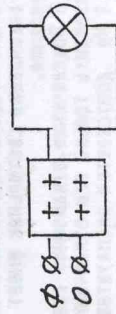

Рис. 3
- 5.3. Подключение проводов сети производится к клеммной колодке согласно схеме включения (на рис. 3), а заземляющего провода к защитному зажиму.